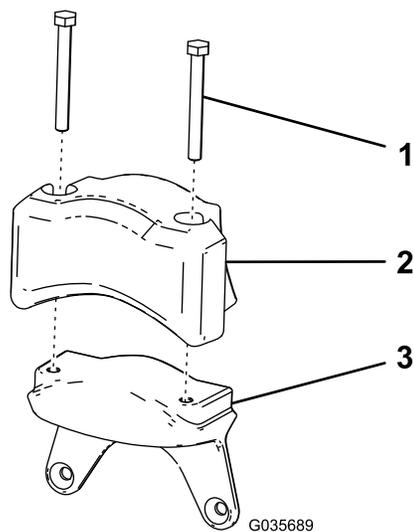

Figura 9
1. Montate il contrappeso elettrico e le 2 viti a testa cilindrica (5/16" x 2¾") rimossi al passaggio 5 di 2 Preparazione dell'apparato di taglio \(pagina 2\) sul nuovo peso (Figura 9).